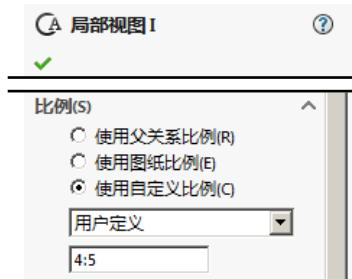

图 9.4.31 定义视图比例
Step4. 定义放大比例。在“局部视图 I”对话框的**比例(S)**区域中选中 **使用自定义比例(C)** 单选项，在其下方的下拉列表中选择**用户定义**选项，再在其下方的文本框中输入比例 4:5，按 Enter 键确认，如图 9.4.31 所示。